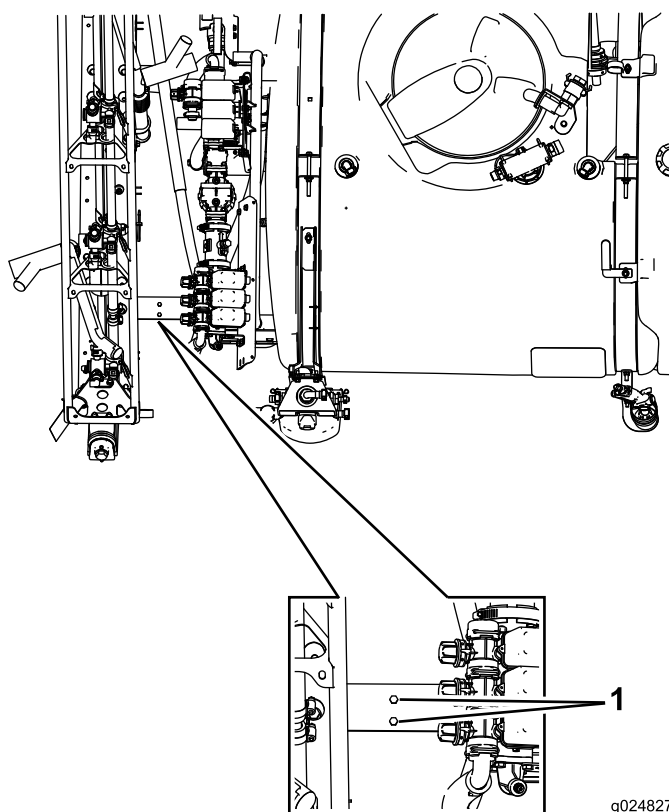

Figura 19
1. Utilizando uma broca de 1/4 pol., faça dois furos na estrutura (Figura 19).